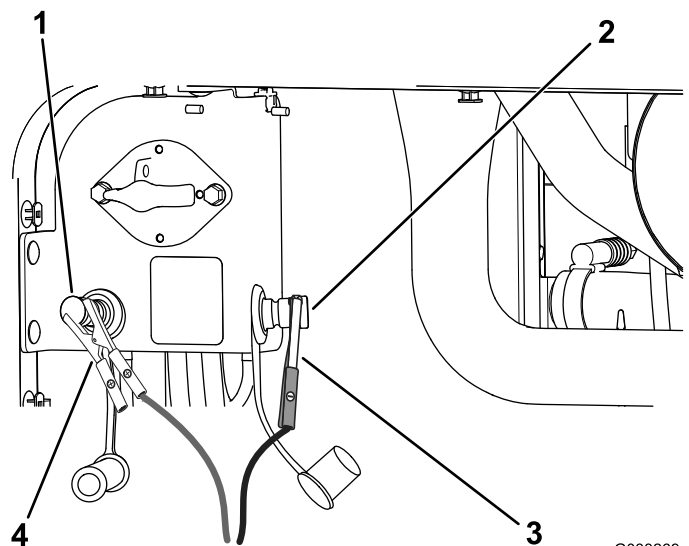

Figura 115
4. Collegate il cavo di ricarica positivo al polo di avviamento positivo (Figura 115).
5. Collegate il cavo di ricarica negativo al polo di avviamento negativo (Figura 115).
7. Quando le batterie sono completamente cariche, staccate il caricabatterie dalla presa elettrica e scollegate i cavi di ricarica dai poli di avviamento (Figura 115).